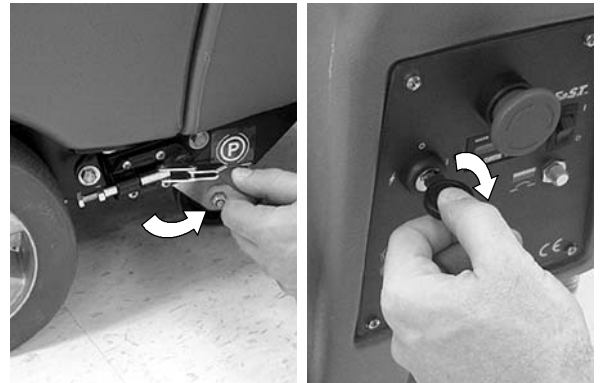

РИС. 14
1. Отпустите стояночный тормоз (Рисунок 14).
2. Поверните главный переключатель питания в положение (I) (Рисунок 14).